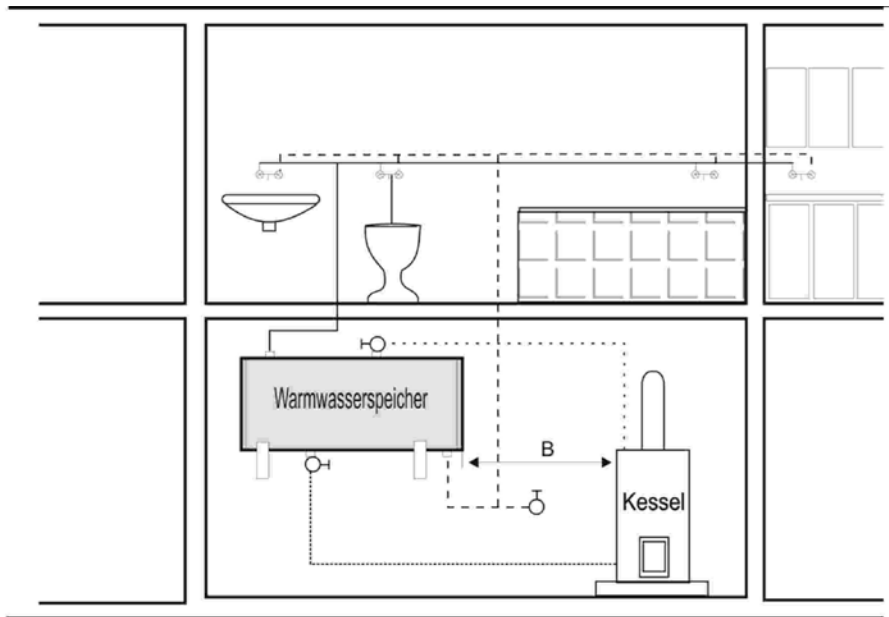

Bild 6
- Das Schema des Elektroanschlusses ist dem Wassererhitzer am Gehäuse der Elektroinstallation (Bild 6) beigelegt.